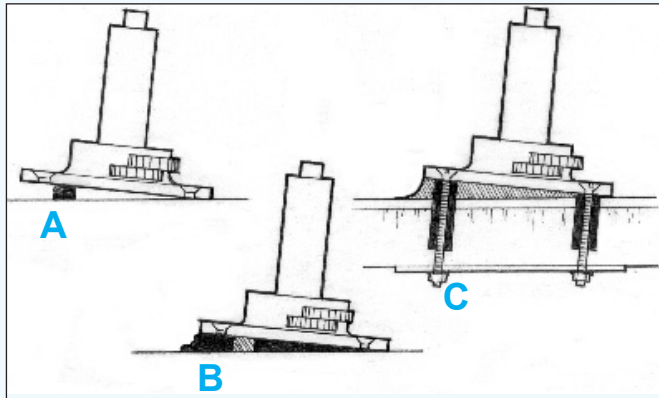

Figura 19
- Encole pequeños bloques al sustrato para apoyar la base a la altura y posición deseadas (p. ej., base de un guinche, *Figura 19*"A").
- Coloque el accesorio en su posición, apoyado en los bloques (*Figura 19*"B") e instale las fijaciones.
- Alise el epoxi sobrante formando un filete con la forma deseada alrededor de la base (*Figura 19*"C"). Deje que el epoxi se cure completamente antes de aplicar una carga. Proteja el epoxi expuesto contra los rayos UV. (Ver acabado final, página 28).